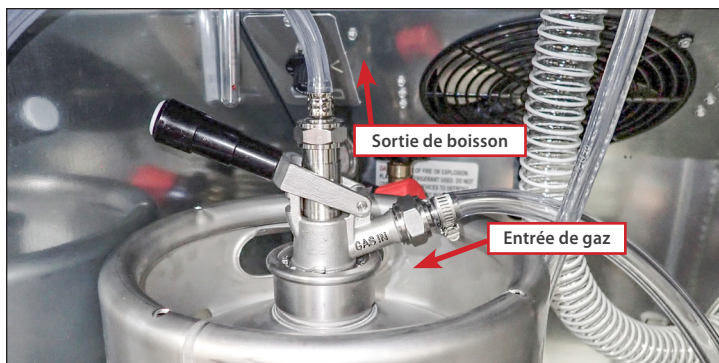

Fig. 11. Tête de soutirage installée et raccordée.
13. Fixez la tête de soutirage sur le fût. Voir fig. 11.
14. Raccordez le tuyau de vinyle transparent à la tête de soutirage. Voir fig. 11.